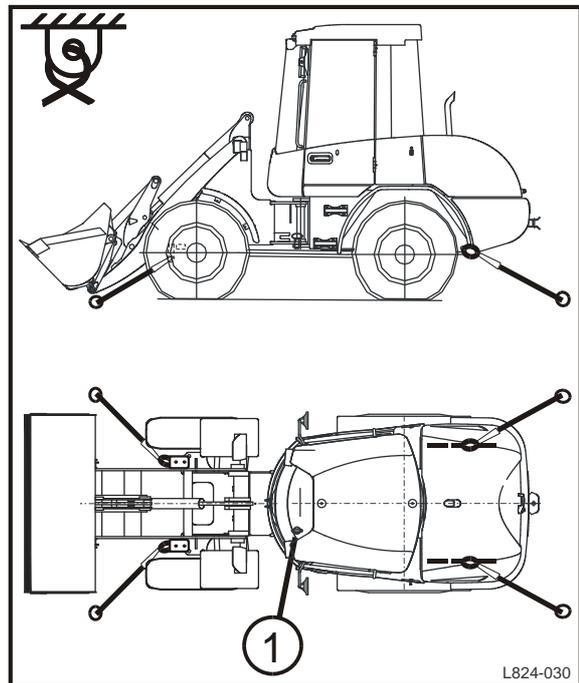

Fig. 30 Accrocher le matériel
- Amarrer correctement la machine aux points marqués (fig. 30).